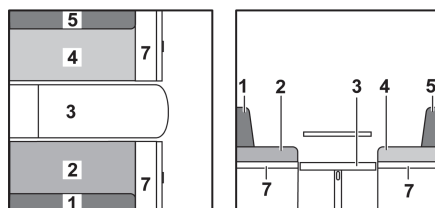

Fig. 143 Pendant la transformation
- Rabattre la rallonge de la banquette (Fig. 143,7) vers le haut et enclencher avec le rabat.